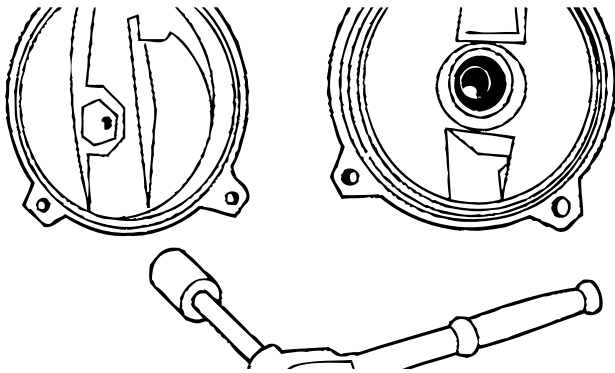

Figura 14 - Saque la boquilla
- En los modelos de 1/2 HP se puede sacar la boquilla de la caja de la bomba con cualquier llave de cubo estándar de 1-1/4" con una extensión (Figura 14).